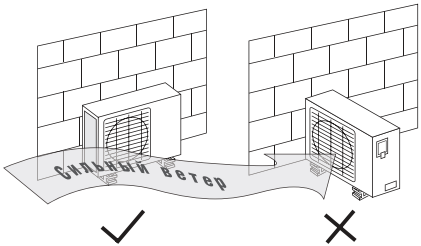

Рис. 9
- Если в том месте, где устанавливается наружный блок кондиционера, бывает сильный ветер (например, на морском побережье), разместите блок вдоль стены или установите ограждение. В противном случае вентилятор кондиционера не сможет нормально работать при сильном ветре (рис.9).